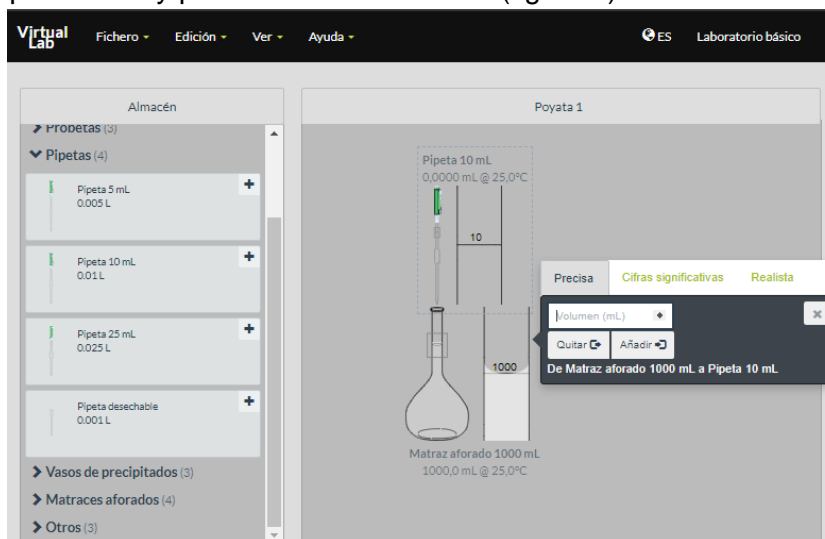

Figura 7. Simulador *Making stock solutions from solids*.
8. Tome una pipeta volumétrica de 10 [mL] del **Almacén**, colóquela sobre el matraz volumétrico que contiene la disolución madre y tome 10 [mL]. Para ello, indique la cantidad que tomará y presione el botón **Quitar** (figura 7).